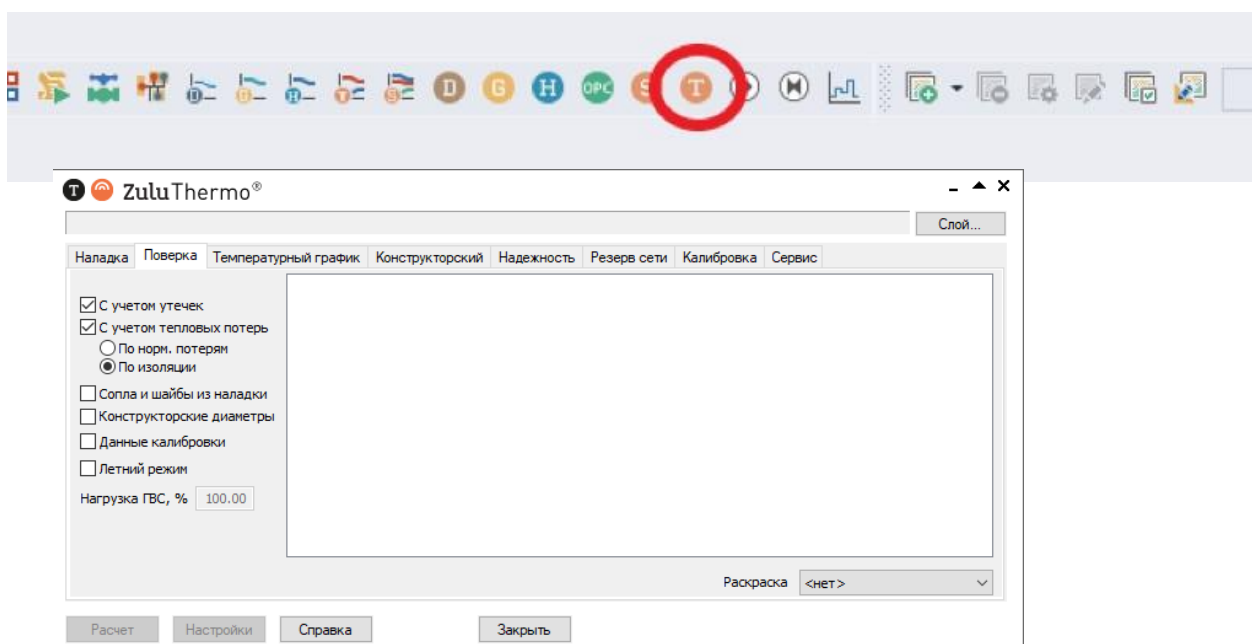

Рисунок 7
9. Проводим расчёт в ZuluThermo. Рисунок 7.